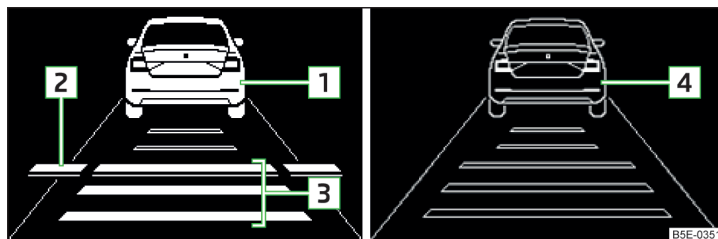

Fig. 158 Afișajul din panoul de bord: Exemple de afișaje ACC
**Afișajele ACC » fig. 158**
Pe ecranul panoului de bord apare linia **[2]** » fig. 158 la pagina 138, care marchează deplasarea distanței.